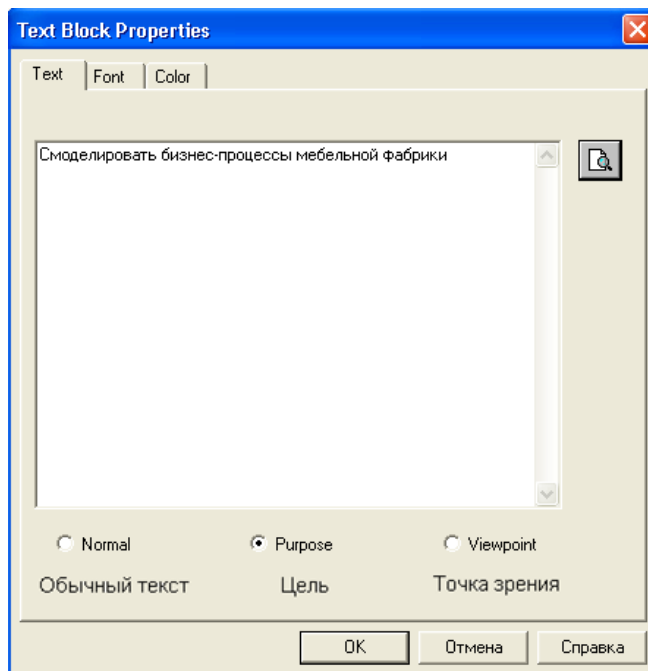

Рис. 3.8. Установка опции Text
6. В диалоговом окне набрать нужный текст и установить опцию значимости (обычный текст, цель или точка зрения) (рис. 3.8.).